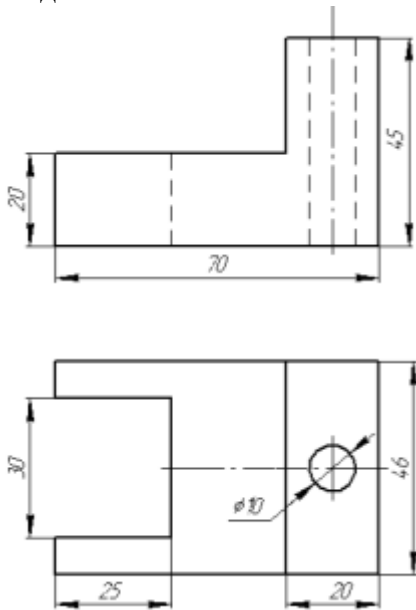

Рисунок 20
2. По двум заданным видам – спереди и сверху, постройте вид слева (линии построения третьего вида по желанию можно сохранить), рис.20.